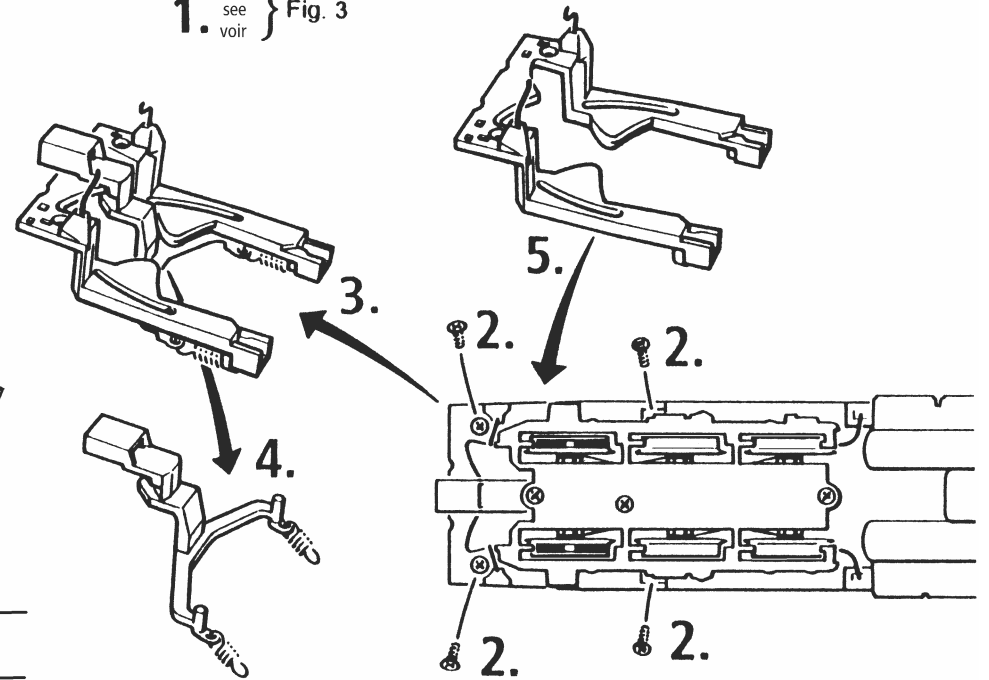

Fig. 3
Mehrzugbetrieb: Zuerst Lokgehäuse abnehmen (Fig. 3). Danach den Brückenstecker aus der Schnittstelle entfernen (sorgsam aufbewahren). Zuletzt den Stecker des Steuerbausteins lagerichtig einsetzen (Fig. 5).
2. Schmierung: Versehen Sie die im Schmierplan in Fig. 4 gekennzeichneten Stellen mit nur **kleinen Öltropfen**. Dazu zuerst das Lokgehäuse abnehmen (Fig. 3). Wir empfehlen den ROCO **Öler Art.-Nr. 10906**. Fürs Schmieren der Getriebeteile (Zahnräder, Schnecke) empfehlen wir das ROCO-**Spezialfett Art.-Nr. 10905**. Im Falle der Schmierung diese Teile **nicht ölen**.
3. Kohlebürstenwechsel: Lokgehäuse abnehmen (Fig. 3). Danach wird der Motor ausgebaut und die Kohlebürsten ausgewechselt (Fig. 8).
N'appliquez **qu'une toute petite goutte** aux endroits indiqués par le plan de graissage (fig. 4) après avoir démonté la caisse de la locomotive (fig. 3). Nous vous recommandons le **graisseur à huile Roco réf. 10906**. Pour graisser les engrenages (roues dentées, vis sans fin) nous vous conseillons la **graisse spéciale Roco réf. 10905** pour engrenages en matières synthétiques. Lorsque vous utilisez cette graisse il faut éviter d'huiler ces composants.
3. Remplacement des balais du moteur: Démontez la caisse (voir fig. 3). Démontez ensuite le moteur et échangez le balais (fig. 8).
2. Lubrication: Apply **tiny oil drops** to spots marked in fig. 4. Prior to lubrication dismantle locomotive (fig. 3). We recommend using item no. **10906, Roco oiler**. For lubrication the gear-parts (e.g. cog-wheels, worm) we would recommend our Roco **special grease** (item no. **10905**).
3. Carbon brush changing: First remove loco body (fig. 3) and then the motor (fig. 8).
voir } Fig. 3
1. siehe } Fig. 3